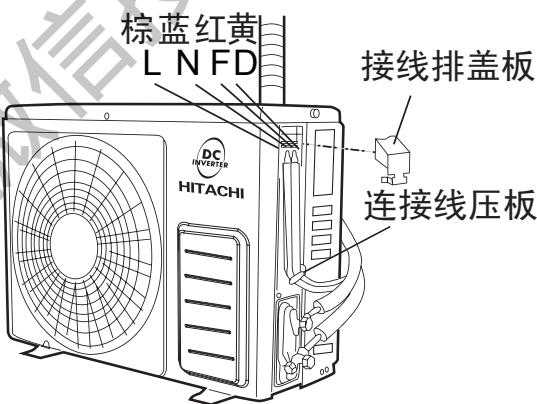

图22
- (1) 将接线排盖板取下。
- (2) 将连接电缆分别按图22正确的牢固连接。(紧固力矩为8~15kgf. cm)